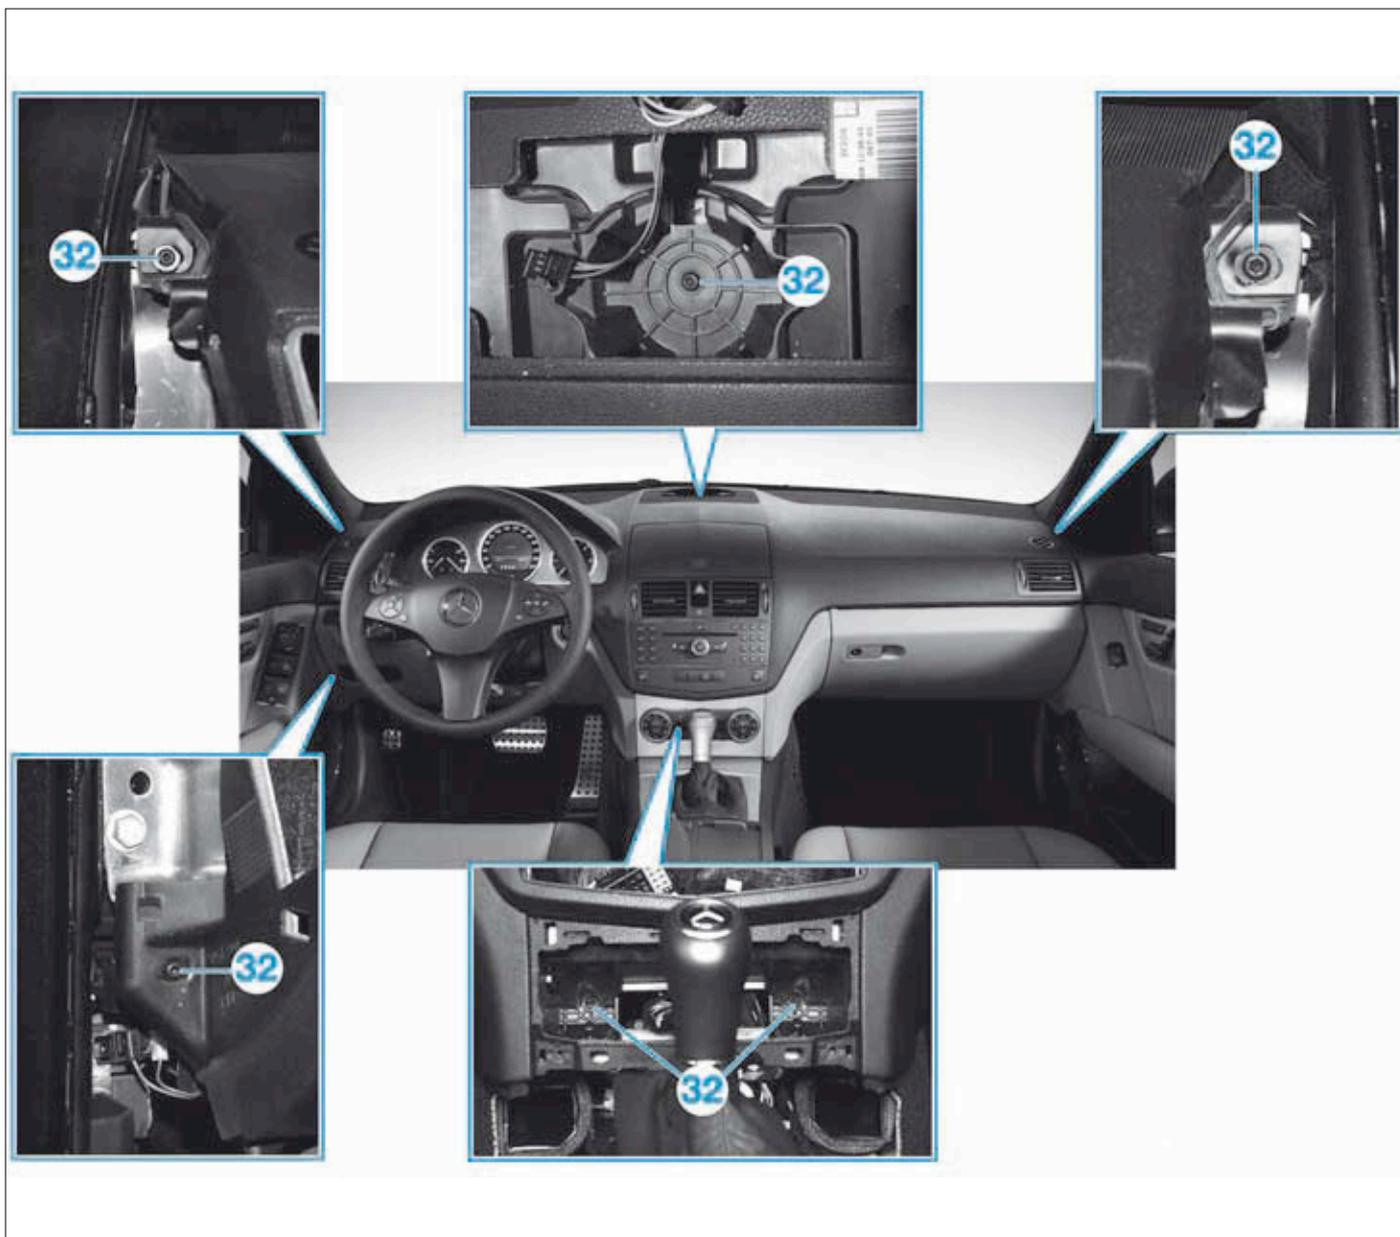

FIG. 33
Déposer les vis (32) (Fig.33).